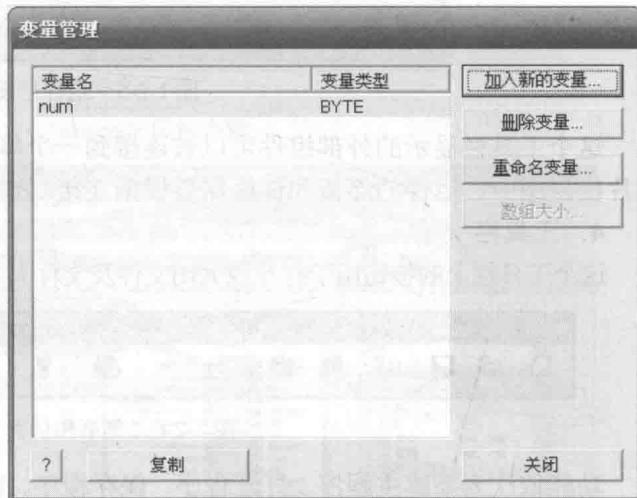

图 1-2-9 变量管理窗口
③ 变量管理窗口。仿真流程图、数值的变量显示在这个窗口，亦可对变量的值进行更新，测试程序在已知条件下的变化情况，如图1-2-9所示。